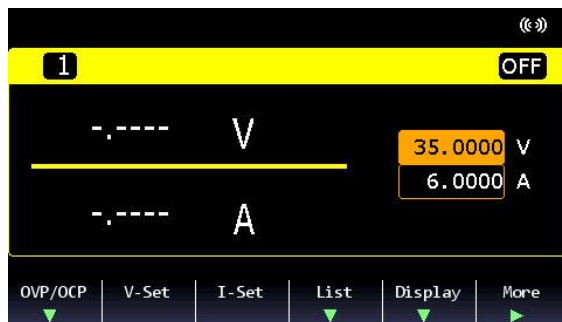

图 3-2 开机主界面
(5) 电源初始化及自检完成后，进入电源开机主界面。电源开机主界面如图 3-2 所示。